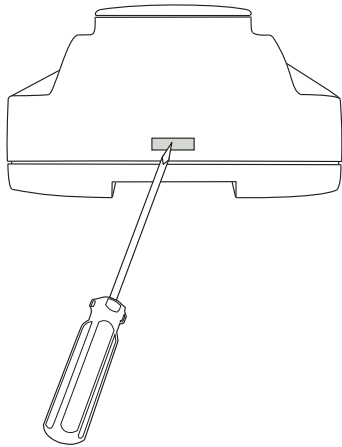

Fig. 2-2 Retirer la façade du boîtier.
2. Retirer la façade du boîtier en appuyant sur les boutons de chaque côté du boîtier, voir Fig. 2-2, puis soulever délicatement.